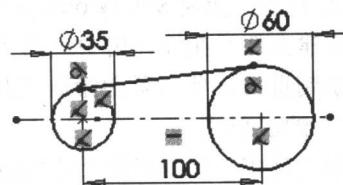

图 1-7 裁剪直线
12. 裁剪直线。单击草图裁剪按钮 修剪 ，裁剪掉直线的两端，如图 1-7 所示。